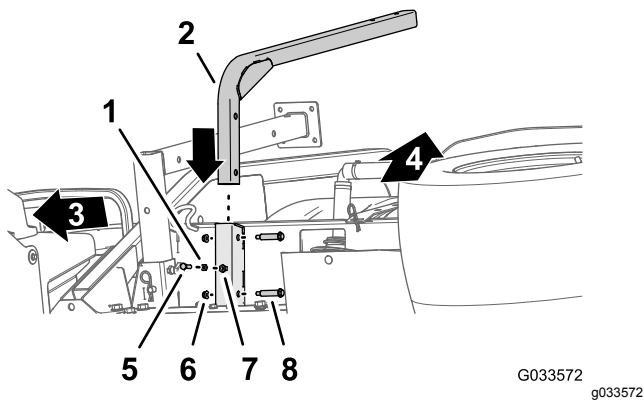

Bild 46
1. Fluchten Sie das Stützrohr für den Frischwasserbehälter mit dem Kanal der Behälterstütze aus (**Bild 46**).
2. Fluchten Sie die Löcher im Stützrohr mit den Löchern im Kanal aus (**Bild 46**).
3. Befestigen Sie das Rohr mit zwei Ansatzschrauben (1/2" x 1-15/16") und zwei Sicherungsbundmutter (5/16") am Kanal (**Bild 46**).
5. Schrauben Sie die Klemmmutter (5/16") in die Schraube (5/16" x 1"), wie in **Bild 46** abgebildet.
6. Schrauben Sie die Schraube (5/16") und Klemmmutter auf die Schweißmutter unten am Behälterstützkanal und ziehen die Schraube und Klemmmutter mit der Hand an (**Bild 46**).